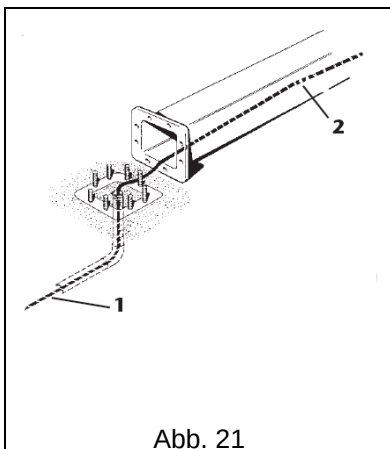

Abb. 21
- a. Falls das Kabel **1** aus dem im Sockel vorbereiteten Rohr austritt, ist das Kabel direkt in die Säule einzuführen, bis es das Loch **2** an der Spitze der Säule erreicht (Abb. 21)